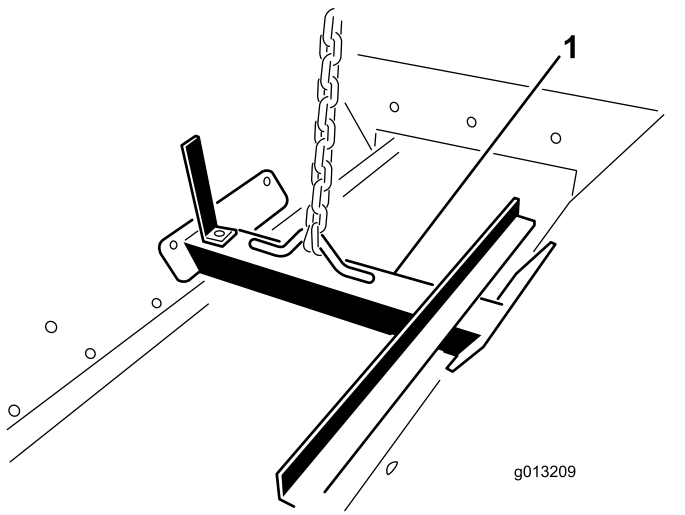

图13
1. 请将提升装置安装到用螺栓固定到料斗组件内的提升支架上（图13）。